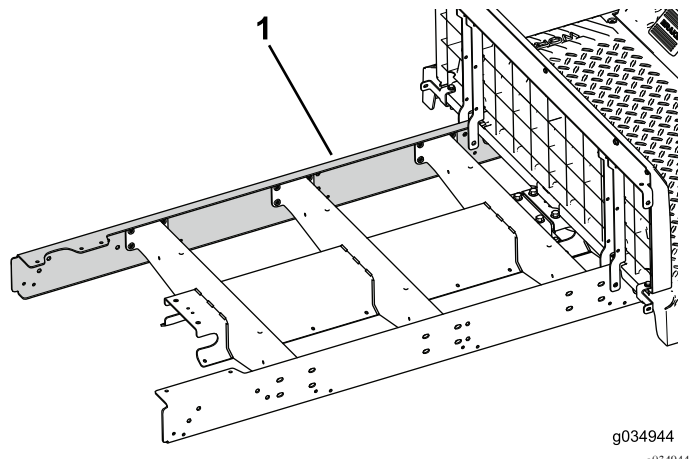

図 74
5. 車体左側にエクステンションレールを仮止めする図 74。